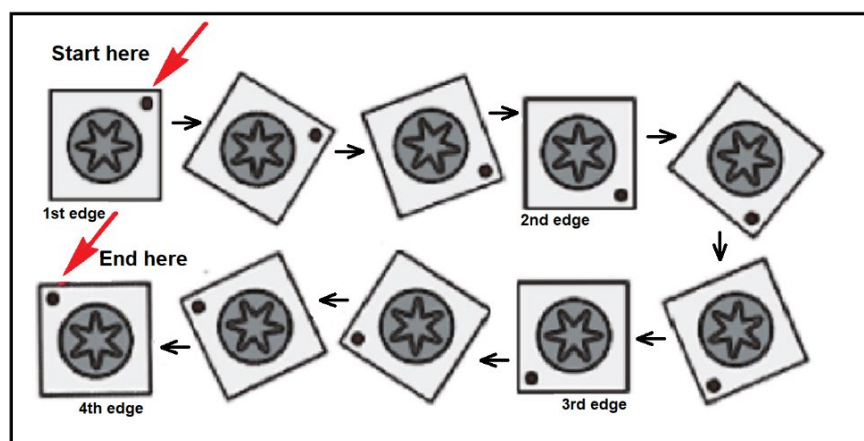

Fig 19
- 5 Tournez la plaquette de 90 degrés dans le sens des aiguilles d'une montre ou insérez une nouvelle plaquette en carbure à la position "départ" (fig 19). Placez la vis dans le trou, tournez la vis vers le bas avec votre doigt.